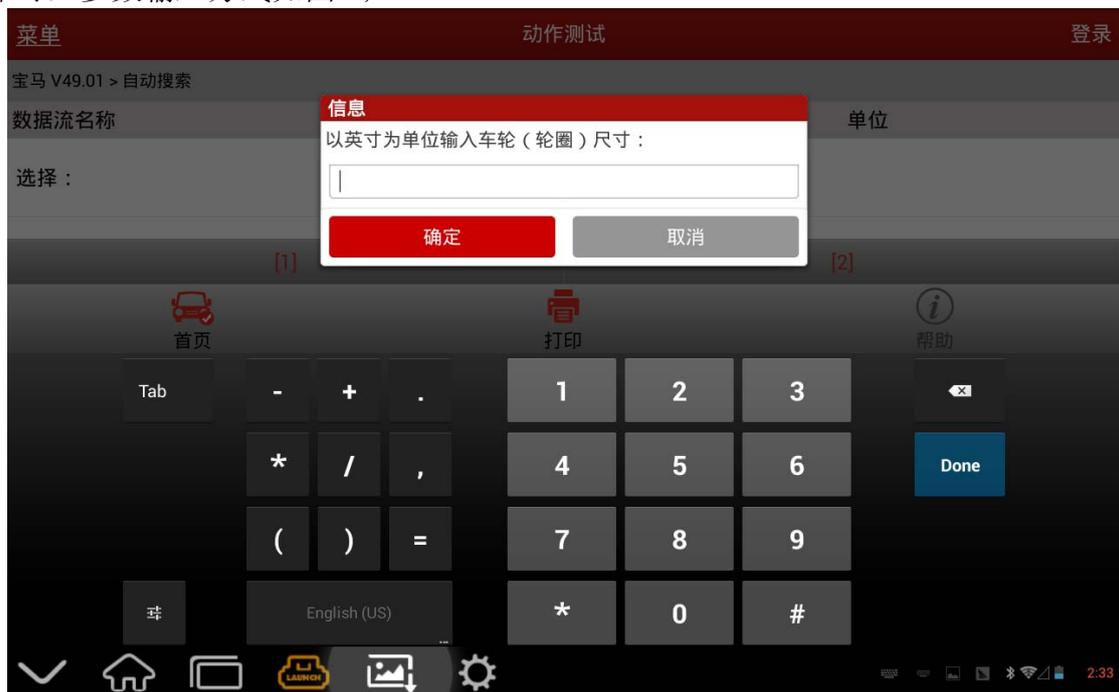

图 8
14). 要求输入车轮尺寸, 参数可在轮胎上找到, 如“185/65/R14”, 14 即表示尺寸, 输入 14 即可, 参数输入方式如图 8;